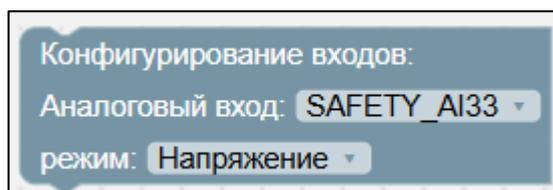

Рисунок II-28 – Блок «Конфигурирование входов»
1. Блок «Конфигурирование входов» (см. Рисунок II-28).